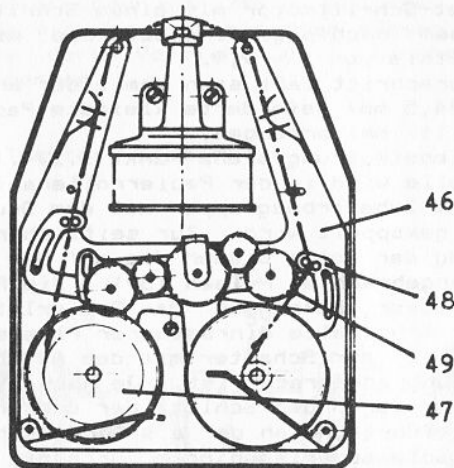

Abbildung 9 Adapter für Farbbandrollen
Dieser Adapter (46) wird in der gleichen Weise wie der zuvor beschriebene auf den Druckwagen aufgesetzt und befestigt. Das Farbband (13 mm) muß mit Umschaltösen versehen sein und nach Abb. 9 aufgelegt werden.